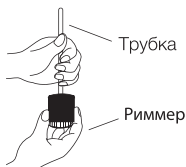

Рис. 1
- Риммером удалите неровности на конце медной трубки, держите ее изгибом вниз, чтобы медная стружка не попала внутрь (Рис. 1, Рис. 2).